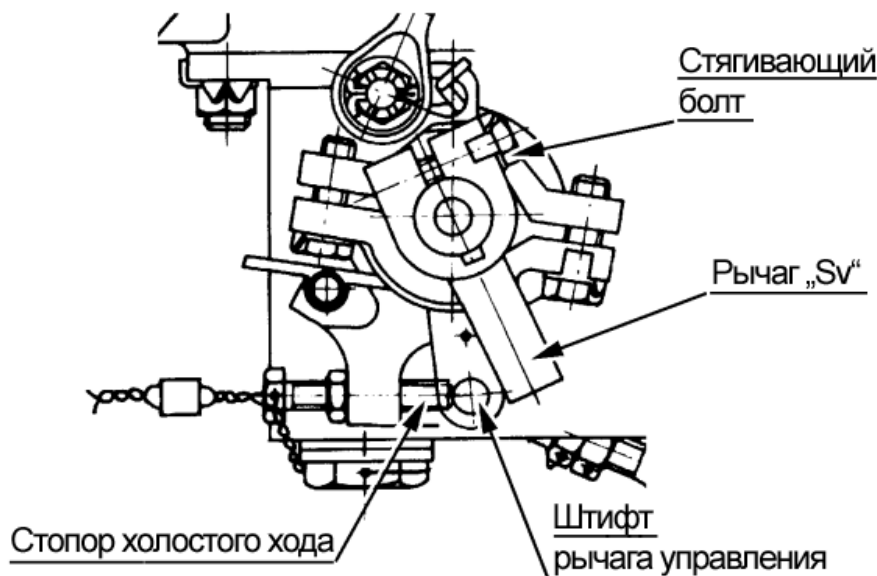

Рисунок 11-25 Регулировка макс. реверсивной мощности - рычаг "Sv"
- б) Ослабьте и снимите гайку и болт с рычага "Sv" (Рисунок 11-25), а затем осторожно подтяните таким образом, чтобы при вращении рычаг не касался упорного пальца.
- 1 Упор рычага "Sv" на упорный болт холостого хода – контролируйте с помощью листового шаблона 0,05 мм (0,002 inch) на сжатие (Рисунок 11-25).